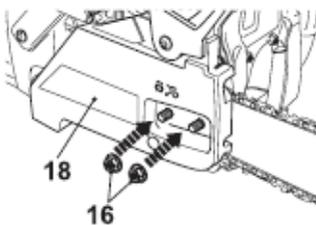

Fig. 7
- Remettre le couvercle (18). Fixer le couvercle avec les écrous de serrage (16) (Fig. 7).
- Tout en maintenant l'extrémité du guide chaîne (13) levée, serrer les écrous de serrage (16) (Fig.7).
- À la main, tirez la chaîne (14) le long de la partie supérieure du guide-chaîne (13) d'une extrémité à l'autre, plusieurs fois. La chaîne doit être tendue mais doit toujours pouvoir bouger librement.